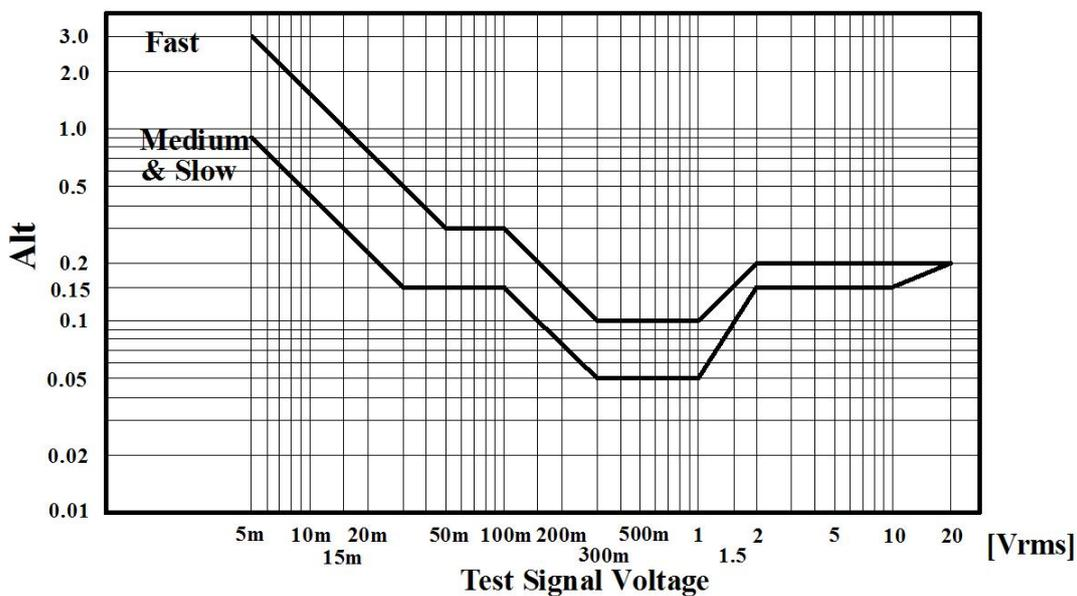

图 6-4 基本准确度 A(2 之 2)
**A:** 见图 6-3 和图 6-4 确定
注：图 6-3 中的 A 值仅用于 1Vrms 信号电平，其他信号电平见图 6-4
A1 ---- 当  $V_s$  不是  $1V_{rms}$  时，使用图 6-4 可以找到相应的 A1, A2, A3, A4 之值。
下表中列出了在快速、中速、慢速下对应不同测试电压的 A 值，当 Alt 未指明时使用图 6-4 寻找 Alt 之值。